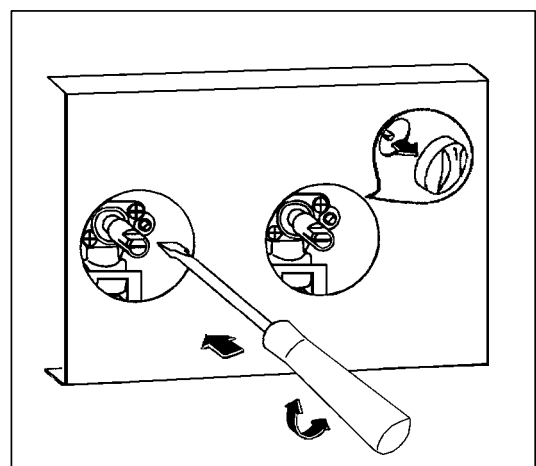

fig.15
4. Dévissez ou vissez la vis pointeau (qui se trouve à droite de l'axe du robinet fig. 15) jusqu'à l'obtention d'une flamme très courte mais stable pour le gaz naturel. Pour le gaz butane - propane, vissez totalement la vis dans le sens des aiguilles d'une montre.
4. Dévissez la vis pointeau (fig. 15) d'environ 3 tours.